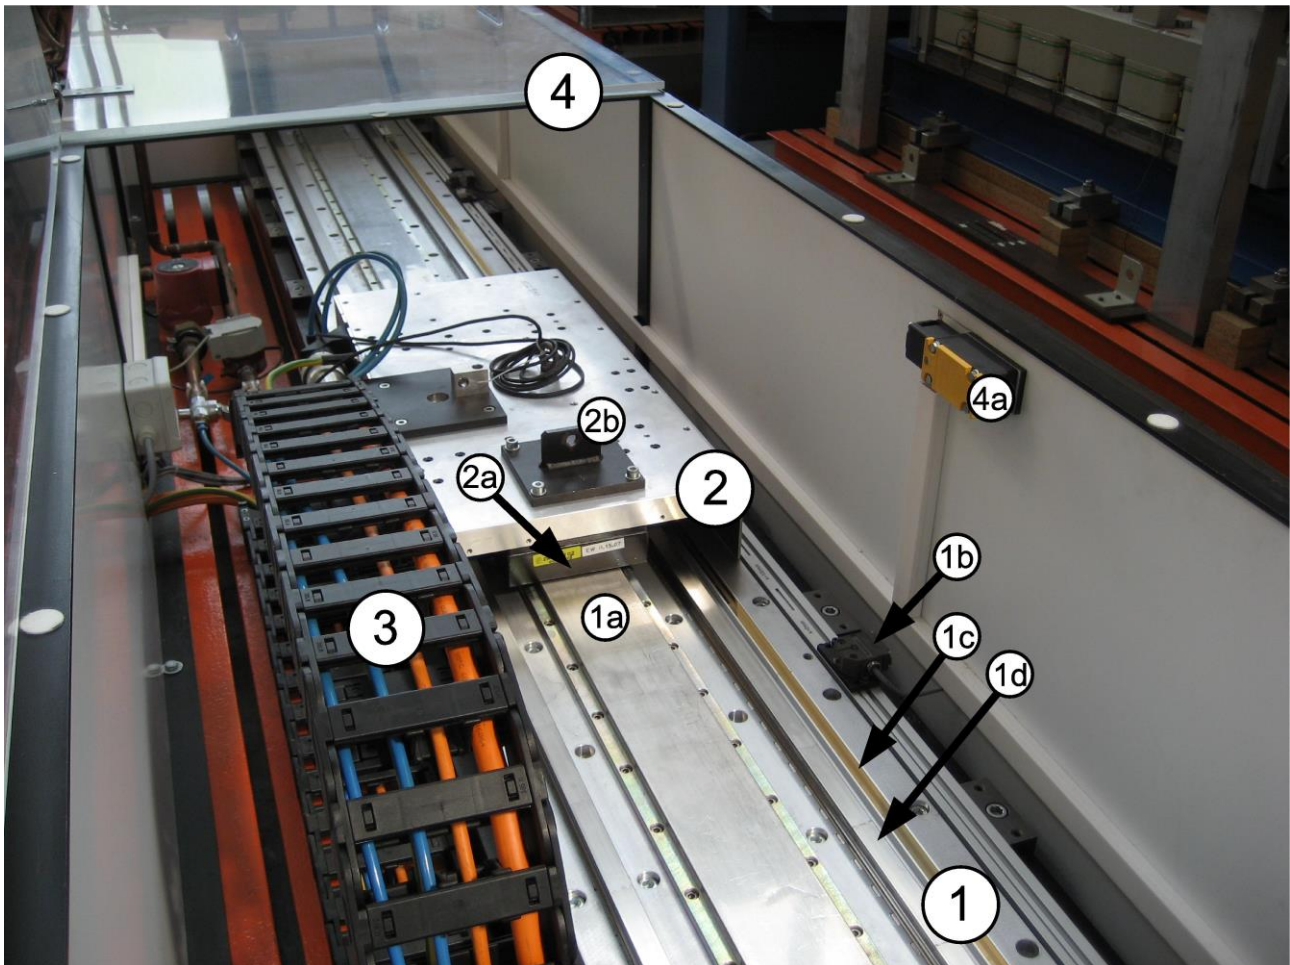

Abb. 15: Fundament mit Motor und Lagegeber
In Abb. 15 sehen Sie eine Darstellung des Linearmotors. Der auf dem Fundament (1) verschraubte Motor befindet sich in einem Gehäuse mit Plexiglasabdeckung (4), die sich bei Bedarf (z.B. zum Umbau für Versuch 9.2) öffnen lässt. Öffnen Sie die Abdeckung nur nach Rücksprache mit dem Betreuer! Bei geöffneter Abdeckung muss stets ein Versuchsteilnehmer die Abdeckung festhalten, damit diese nicht versehentlich zufallen kann. Die Abdeckung ist mit Sicherheitsschaltern (4a)